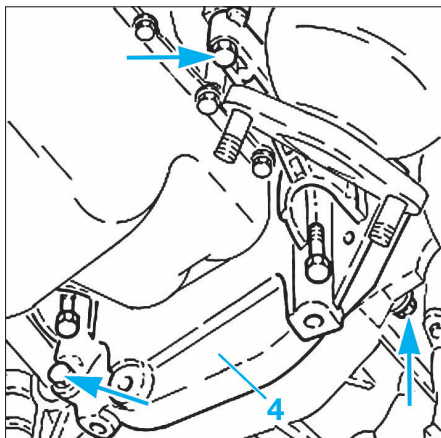

FIG. 10
- l'entretoise (4) de liaison de la boîte de vitesses sur le moteur (Fig.10).